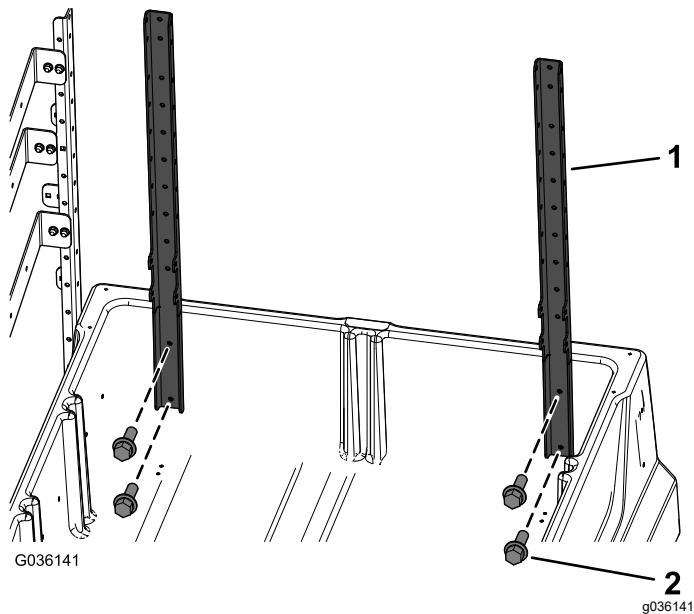

图4
3. 如图4所示用4个六角头螺丝 $\frac{1}{4} \times \frac{3}{4}$ 英寸将2个前立架支架松松地安装到货斗的外侧。